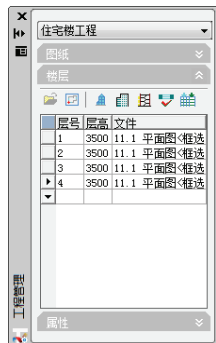

图 11-14 创建楼层表
14) 重复上述操作，继续创建楼层表，结果如图 11-14 所示。